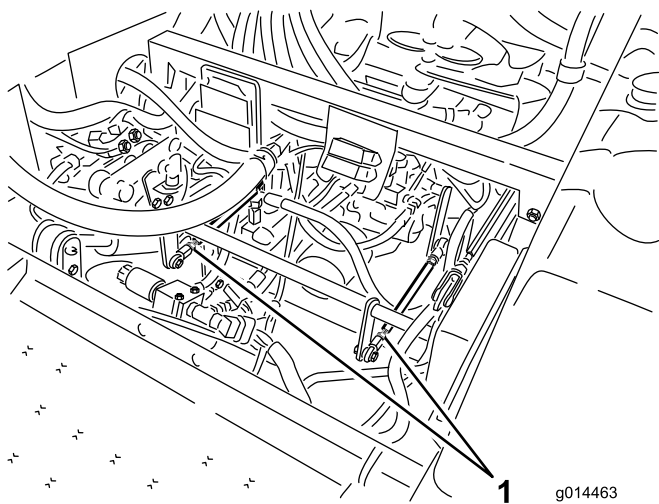

Figura 59
- Si el neumático trasero izquierdo está girando, afloje las contratueras de la varilla de control de la transmisión del lado izquierdo (Figura 59).